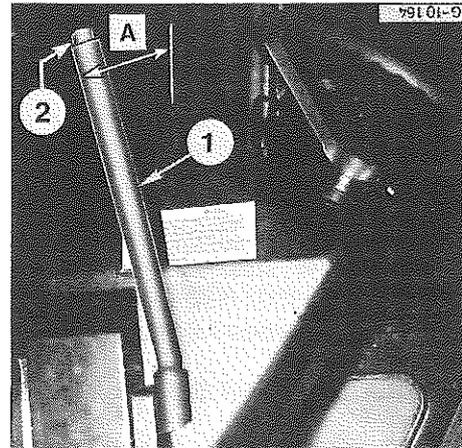

Figure 92
Lorsque le réglage est correct, le levier (1) Fig. 92 doit avoir une course (A) de 50 à 55 mm.